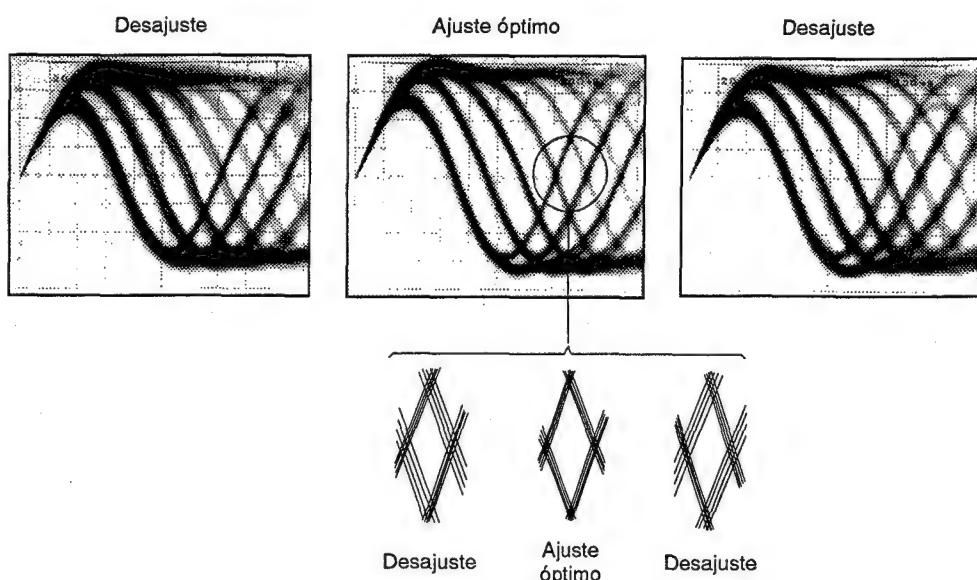

Figura 5 Patrón optico
3. A continuación, ajuste el tornillo de ajuste de inclinación tangencial con un destornillador Phillips hasta que el patrón ocular (la forma de diamante del centro de la señal de RF) pueda verse con la mayor claridad (figura 5).